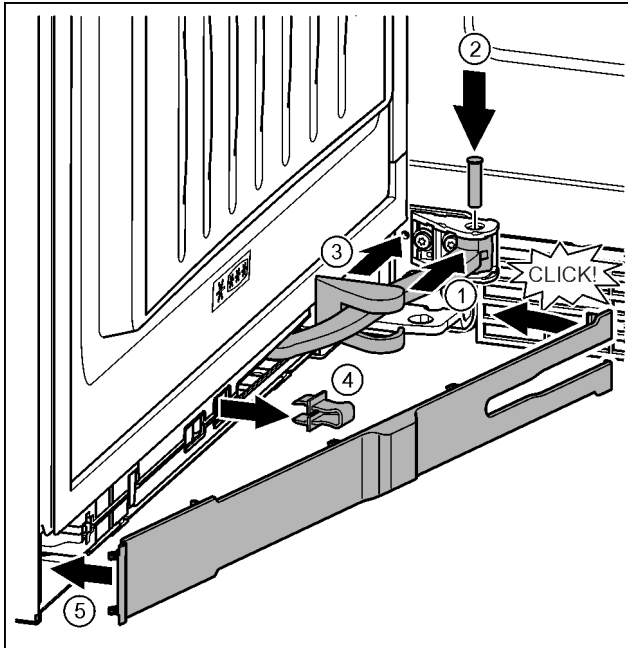

Fig. 46
- Gelenk in Aufhängung drehen. Fig. 46 (1)
- Bolzen mit einem Schraubendreher T15 in Aufhängung und Gelenk einsetzen. Dabei darauf achten, dass der Rastnocken korrekt in der Nut sitzt. Fig. 46 (2)
- Lagerbockabdeckung entlang des Gelenks schieben und über der Aufhängung montieren. Fig. 46 (3)
- Sicherung abnehmen. Fig. 46 (4)
- Blende griffseitig ansetzen und einschwenken. Fig. 46 (5)